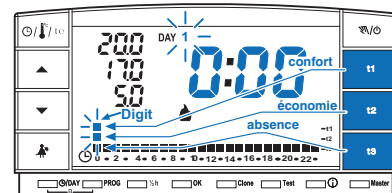

fig. 9
Les deux digits de t1 et t2 se réfèrent à l'heure 0:00 ainsi que le numéro 1 correspondant au **Lundi** (fig. 9) s'afficheront en clignotant sur l'écran.
- Le choix de la température et de l'heure (digit clignotant) se fera en appuyant sur la touche correspondante (t1, t2 et t3) (fig. 9).